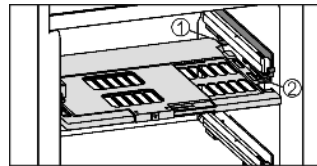

Fig. 8
▶ Introducir la placa de regulación de la humedad: introduzca los nervios de la tapa de la placa desde abajo en el soporte trasero Fig. 8 (1) y encájelos por delante en el soporte Fig. 8 (2).